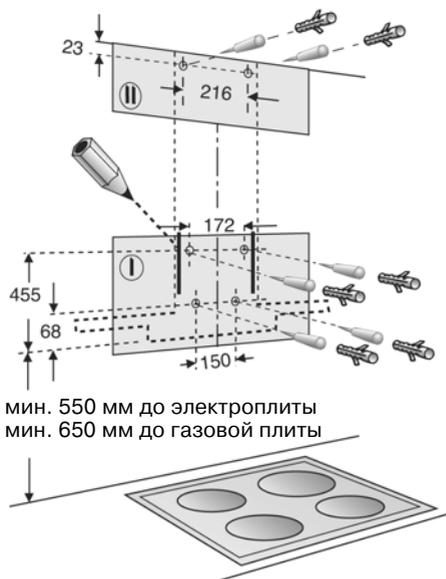

Рис. 7
5. Привинтите один верхний и два нижних уголка (рис. 7).